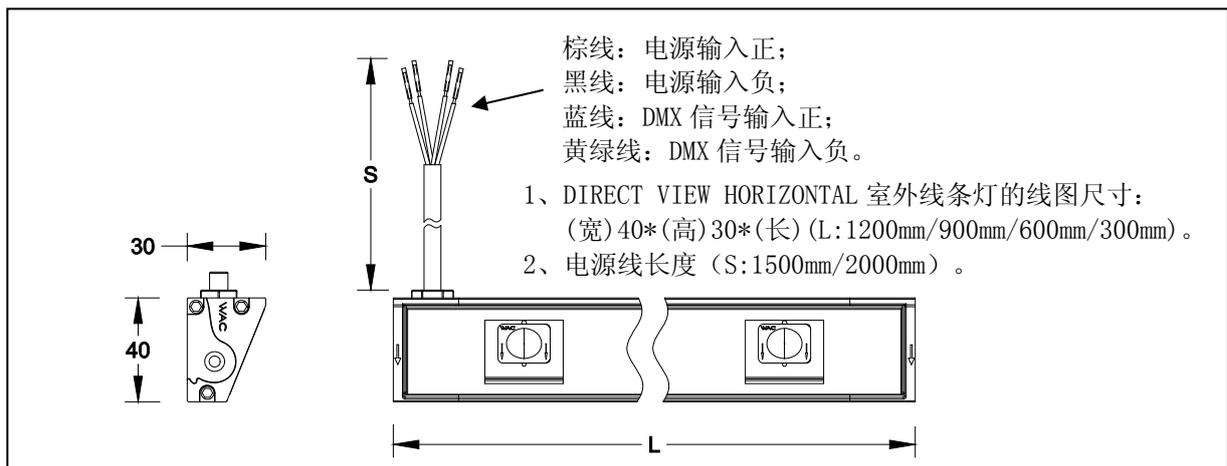
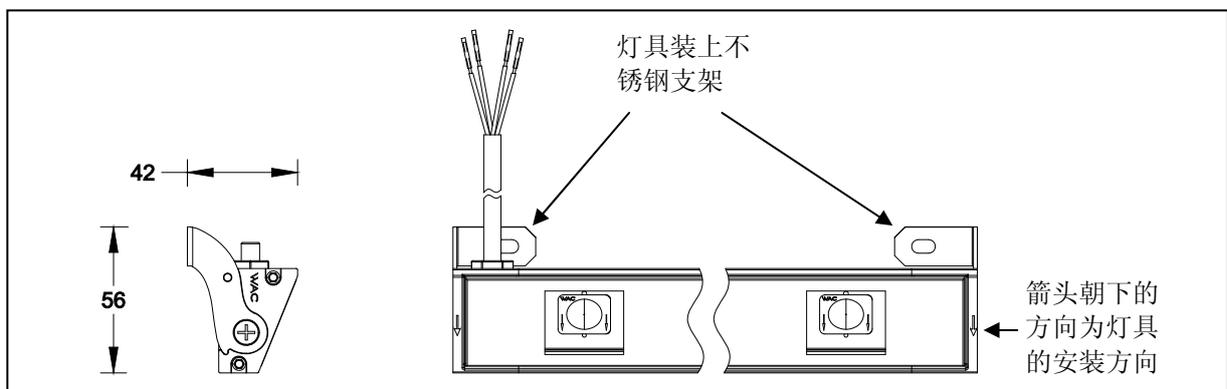
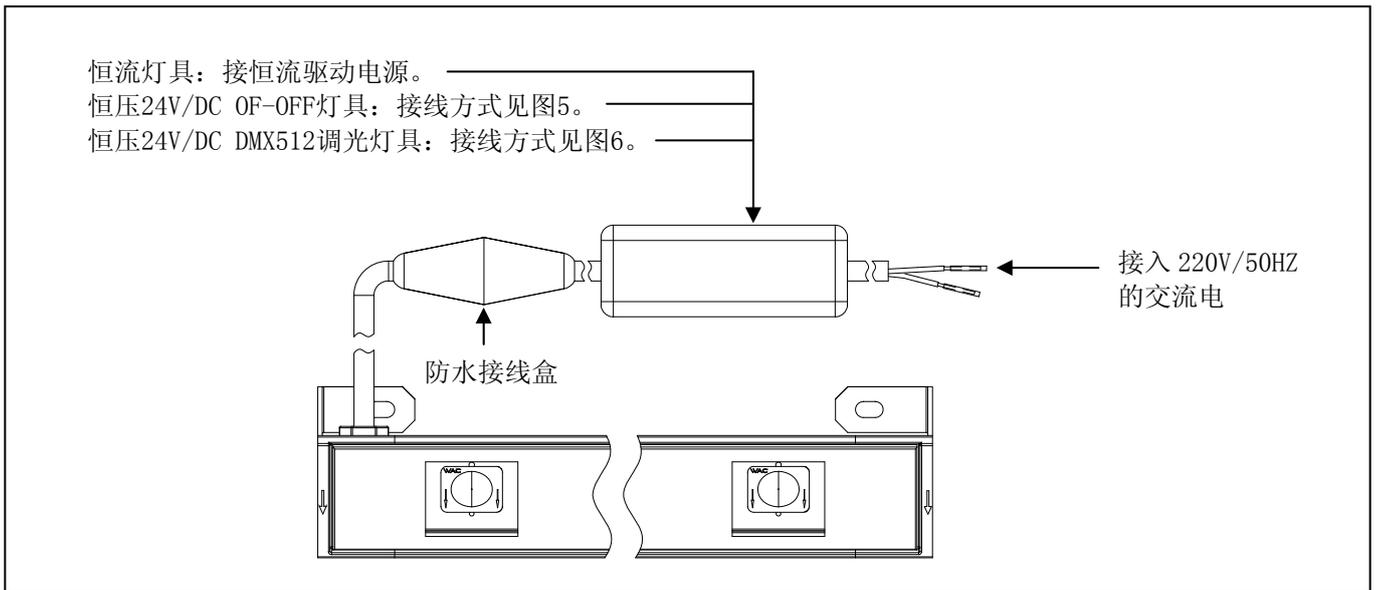

图 1
图 2
图 3
1. 此款线条灯的安装方式为水平安装，箭头方向需要朝下，灯具通过上下两端的不锈钢支架与安装面进行固定，如图1、图2所示。
2. 从灯具中引出的电源线：恒流灯具和恒压24V/DC ON-OFF灯具是2芯线—棕线表示电源输入正，蓝线表示电源输入负；恒压24V/DC DMX512调光灯具是4芯线—棕线表示电源输入正，蓝线表示电源输入负，黑线表示DMX信号输入正，黄绿线表示DMX信号输入负；电源线通过接线盒与电源相连接，电源的输入端接入220/50HZ的交流电，如图1、图3所示。